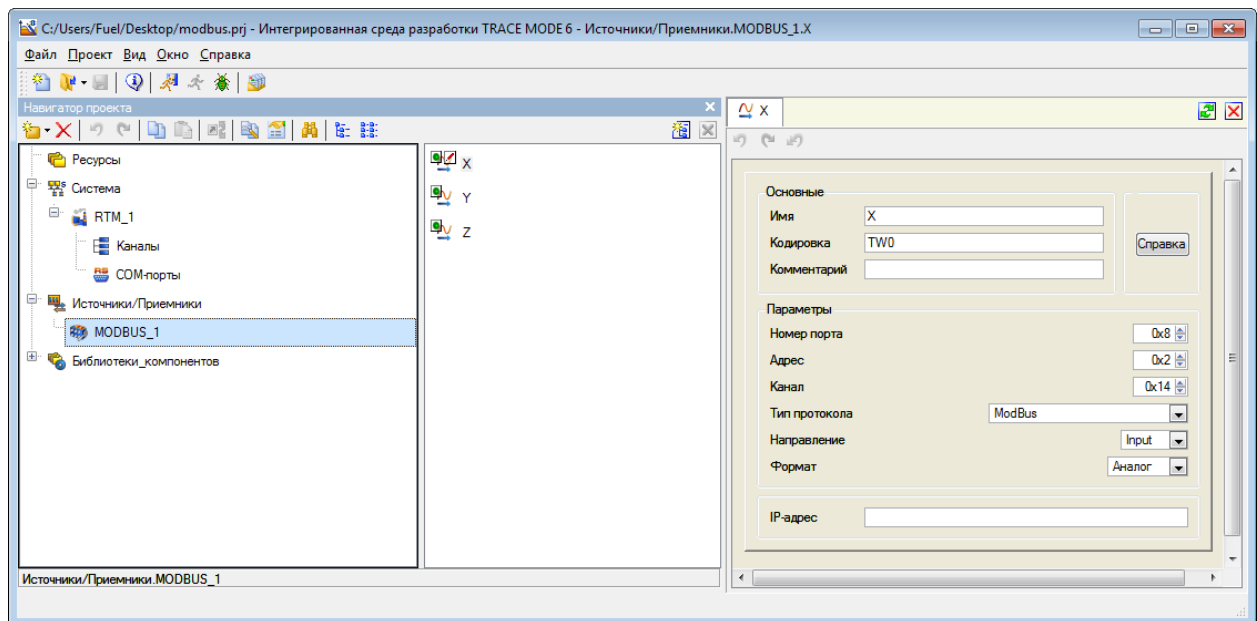
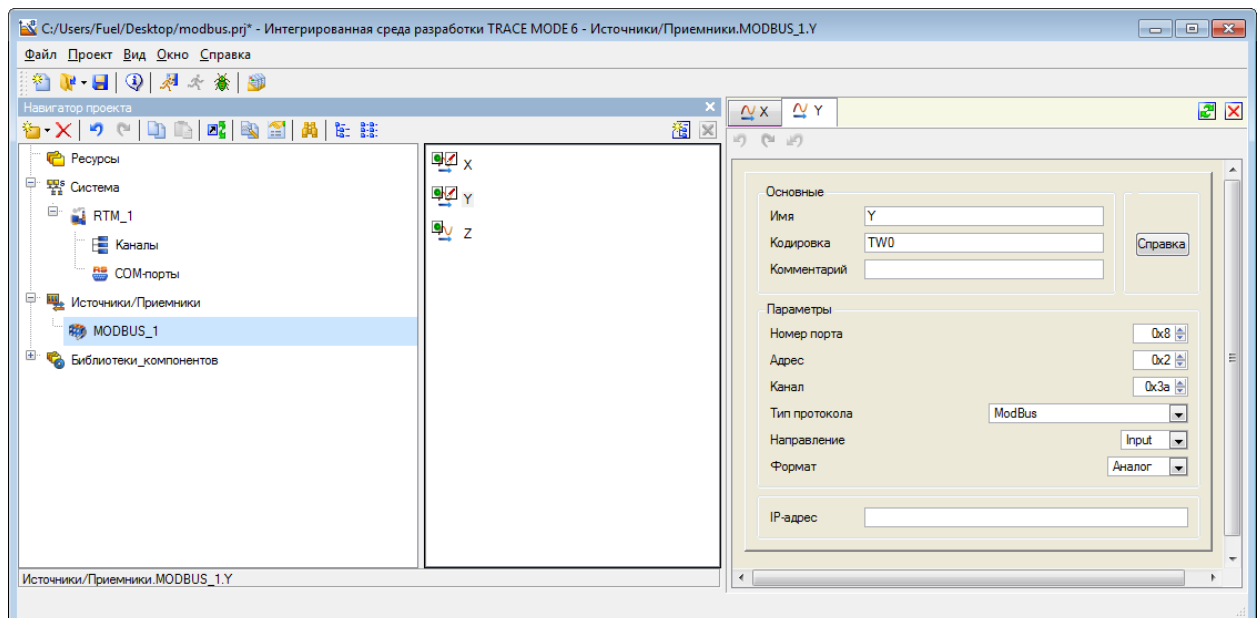
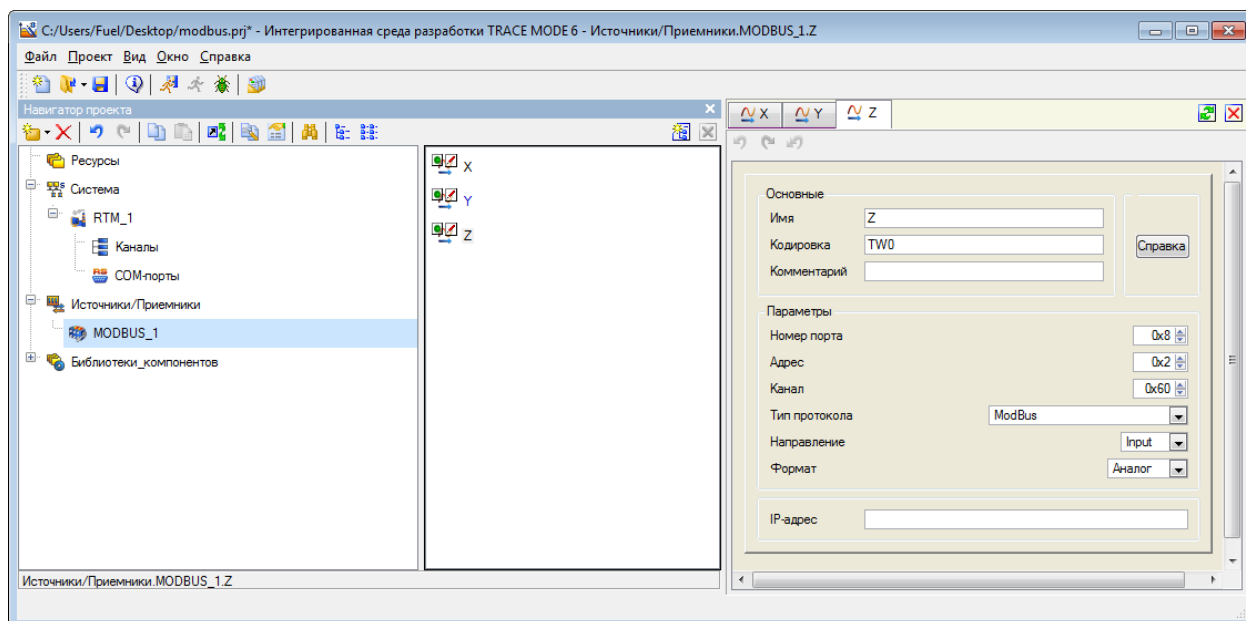

Рисунок 30.
Рисунок 31.
Рисунок 32.
1) В «Источники/Приемники» добавляем группу Modbus и в ней создаем три компонента (для осей X, Y и Z датчика линейного ускорения) Rout_Float(3) для чтения 4 байт с приведением к float командой ReadHoldingRegisters. Настраиваем каждый из компонентов (см. Рисунок 30, Рисунок 31, Рисунок 32). В качестве имени берем название оси датчика. Номер порта для каждого выставляем 0x8 (COM9). Адрес устройства в сети MODBUS 0x2. Адрес регистра для чтения данных (канал) выставляем в соответствии с таблицей регистров для датчика ZET7052.